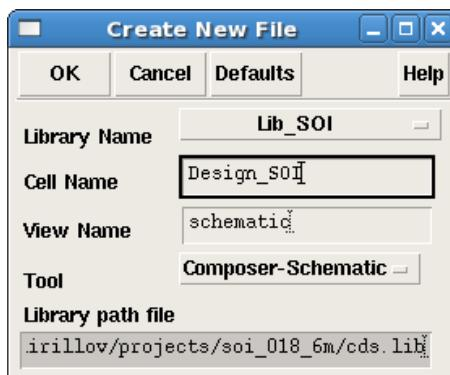

Рис. 5.3. Создание электрической схемы проекта.
- 2) В появившейся форме необходимо задать имя созданной библиотеки (“Lib\_SOI”), имя ячейки (“Design\_SOI”) и название представления (по умолчанию задается “schematic”), а в поле “Tool” выбрать Composer-Schematic (рис. 5.3).